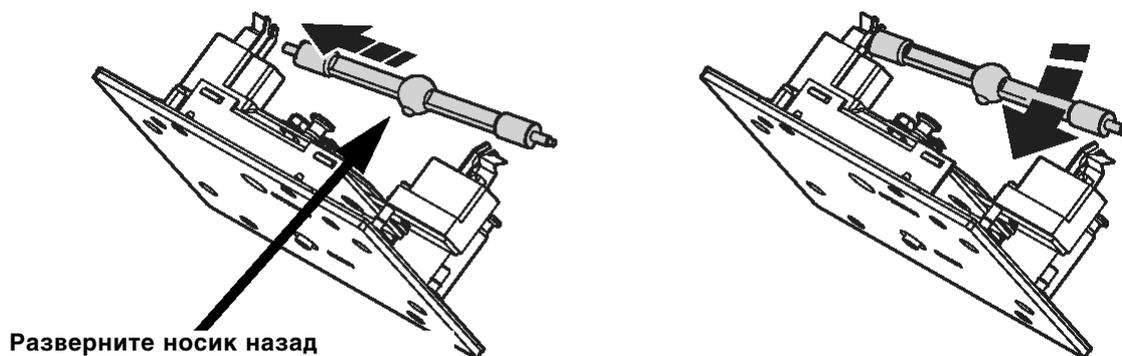

Рис. 3: Установка лампы
- Развернув новую лампу носиком назад, как показано на рис. 3, вставьте левый контакт лампы в гнездо. Нажмите на фиксирующую пружину справа и установите правый контакт на место.